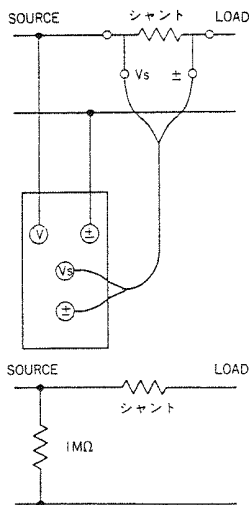

図 3
- (2) 図3に示すように外付シャントを負荷側に接続する方法。この場合、外付シャントによる損失を含めて電力測定を行うことになります。
・ 図3. 計器損失 (VA) = (測定電流)² × (外付シャントの抵抗値)
・ 図3. 計器損失 (VA) = (100 A)² × 0. 5 mΩ = 5 VA
・ 図3. 計器損失 (VA) = (1 A)² × 0. 05 Ω = 0. 05 VA
よって、図3の結線方法を用いた方が正確に測定できます。